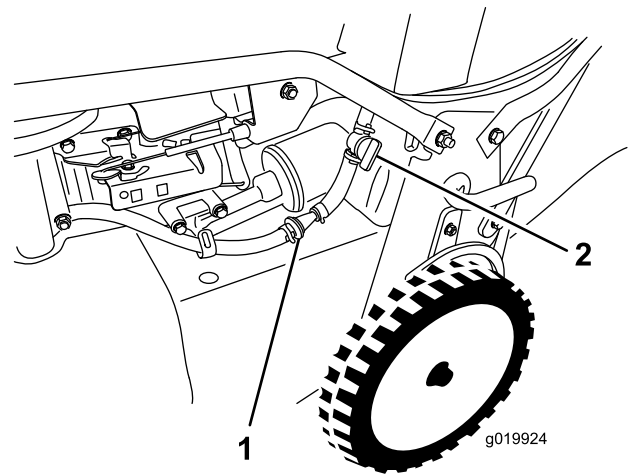

Figure 29
3. Fermez le robinet d'arrivée de carburant (Figure 29).
4. Déposez le filtre à carburant (Figure 29) de la conduite de carburant en desserrant les colliers qui entourent le filtre.